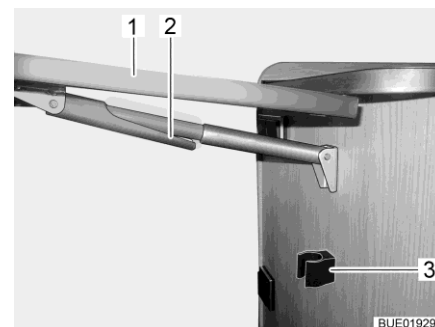

Fig. 51 Replier la table pliante / surface de travail
- Saisir la table pliante / surface de travail (Fig. 51,1) et la soulever légèrement. De l'autre main, faire basculer la fixation (Fig. 51,2) du support télescopique vers le bas.
- Faire basculer le plateau de table vers le bas jusqu'à ce que le support télescopique s'enclenche dans le support (Fig. 51,3).